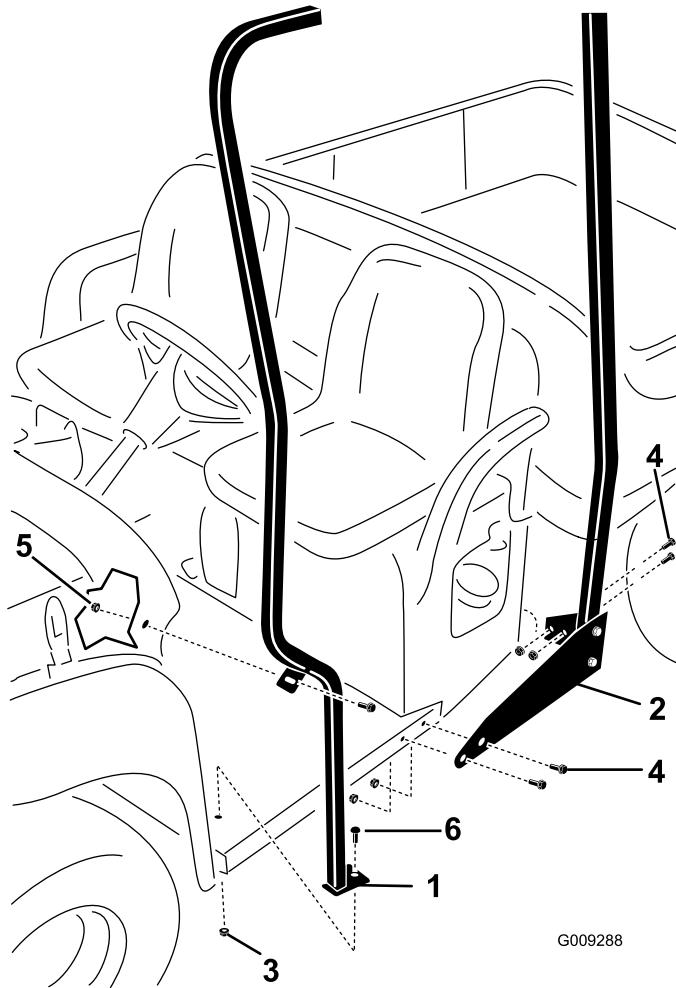

図3
- 後チューブとサポートブラケットアセンブリを車両に仮止めするボルト5/16 x 1インチ8本、フランジナット5/16インチ8個を使用して図3のように取り付ける。
- 図3のように、左前サポートチューブを車体に取り付ける。
6. サッショボードを車両左側の前フレームサポートに固定している後ボルトとナットを取り外す図3。
7. 前サポートを車両のフロアに仮止めする図3。